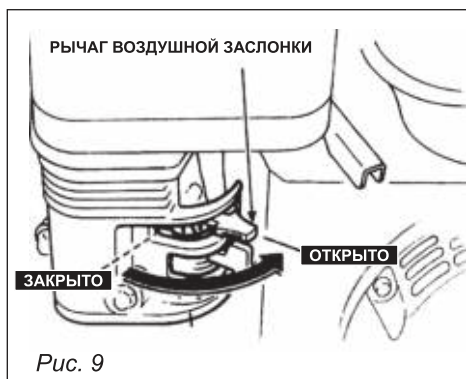

Рис. 9
7. После запуска двигателя переведите воздушную заслонку в положение **ОТКРЫТО** (рис. 9).